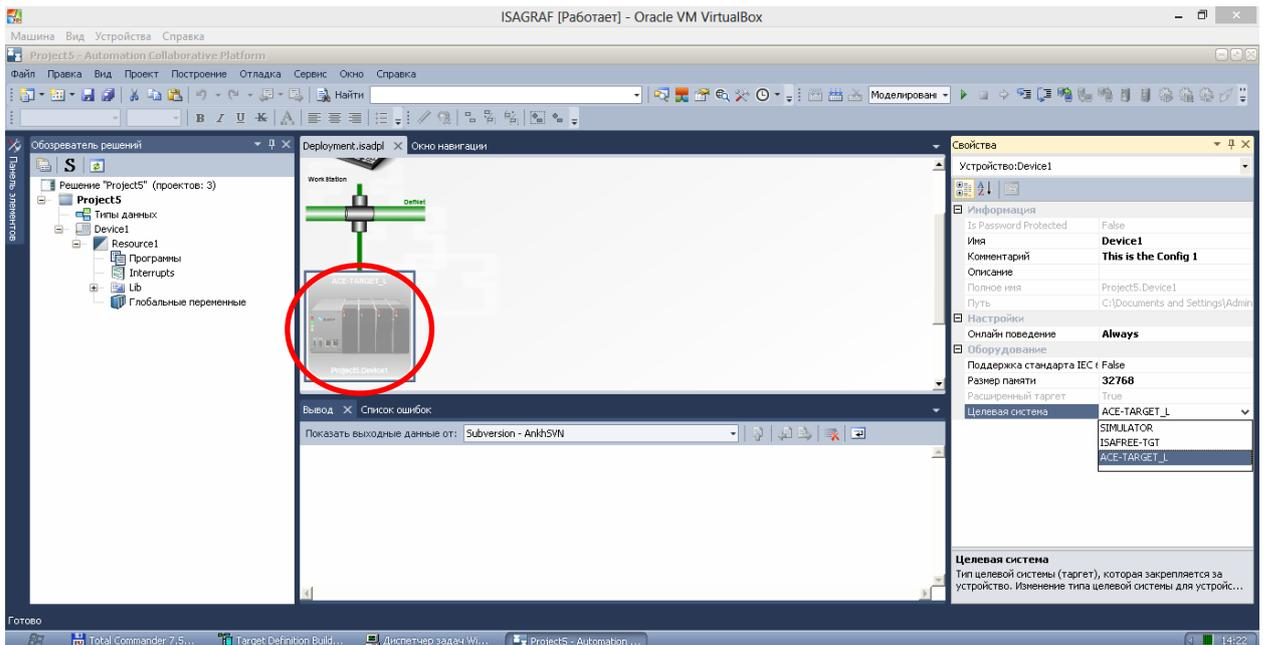

Рисунок 5. Изменение Целевой системы.
- 6) Кликаем в окне Deployment.isadpl на контроллер, появляется окно свойств, изменяем свойство «Целевая система» на ACE-TARGET\_L (рисунок 5)